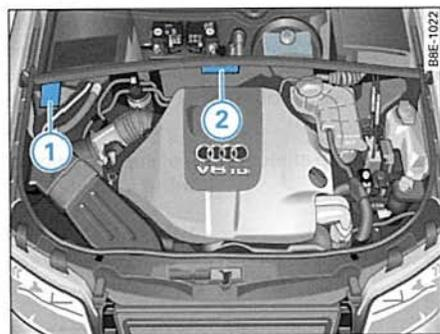

Fig. 267 Compartimento del motor: Datos distintivos del vehículo
La placa del modelo se encuentra en el compartimento del motor, a la derecha según la dirección de marcha ⇒ fig. 267 ①.
El número de identificación del vehículo (número de bastidor) va grabado en el panel trasero de separación del compartimento del motor ⇒ fig. 267 ②.